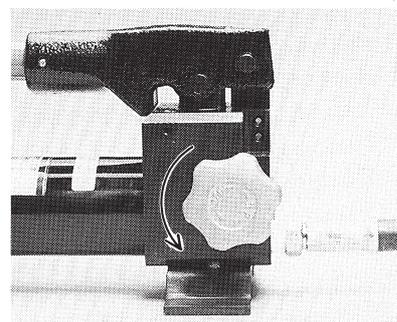

図4
6. 作業が完了しましたら加圧ハンドルの操作をやめ、戻しハンドルを左 (←DOWN-) にまわします。(図4)